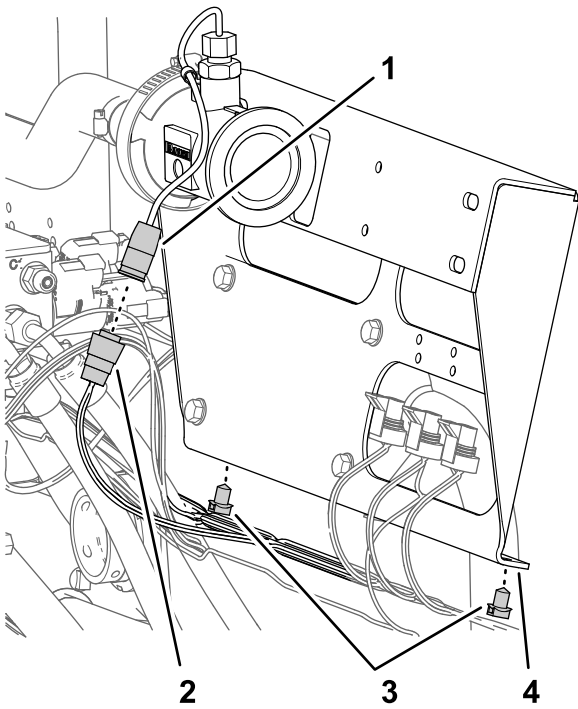

图70
- 1. 从流量计的 3 针接头断开标有流量计的机器线束 3 插槽接头 图70。
2. 从喷洒段阀支架的底部法兰卸下机器线束的 2 个压入式紧固件 图70。